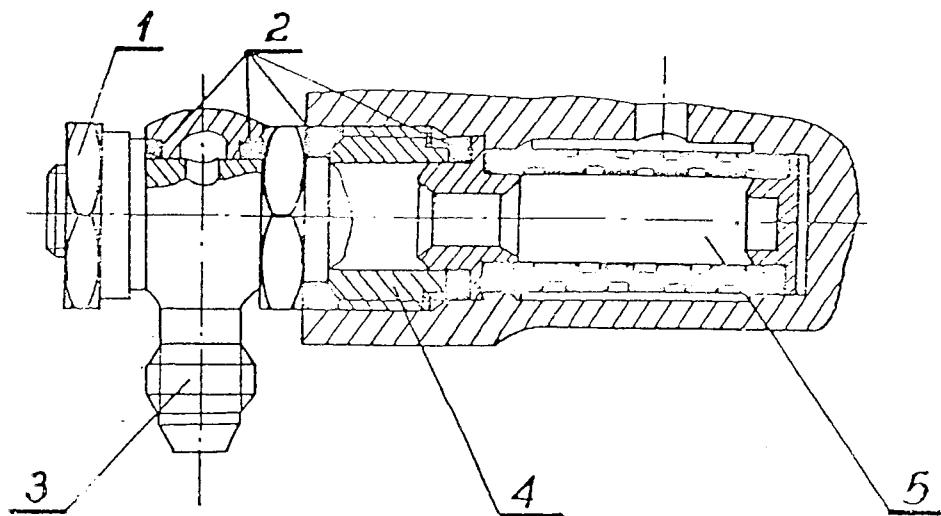

Рис. 6.1. Схема топливного фильтра насоса-регулятора.
8. Осмотр топливного фильтра насоса-регулятора рис. 6.1.